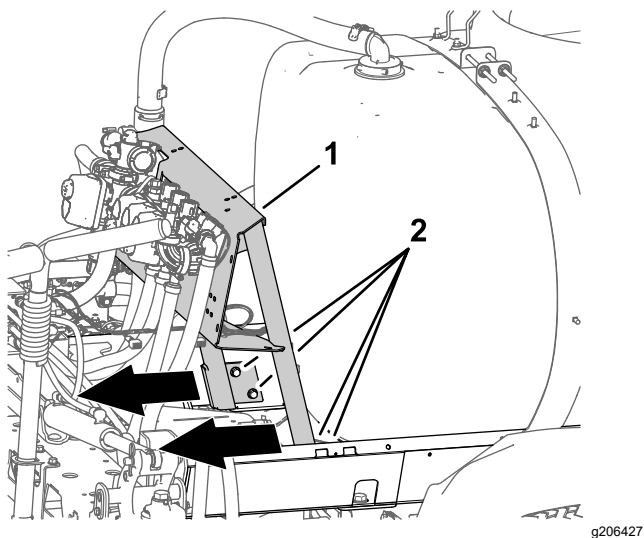

图 11
1. 松开将阀门安装架固定至水箱架的 4 个凸缘头螺栓 $\frac{3}{8}$ x 1 英寸和 4 个凸缘锁紧螺母 $\frac{3}{8}$ 英寸图 11。
2. 向后移动阀门安装架图 11。